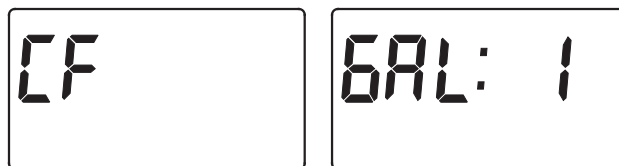

FIG. 41
4. **VOLUME D'ACTIVATION DU DISPOSITIF DE RÉACTIF :** Le réglage de la commande de sortie auxiliaire sur CF (dispositif de réactif) nécessite le réglage du volume d'eau qui doit obligatoirement traverser la turbine* avant la mise sous tension de la sortie. Après l'affichage des fenêtres pertinentes (cf. Figure 41), appuyez sur le bouton HAUT ▲ ou BAS ▼ pour passer au réglage du volume d'activation, en gallons. Appuyez ensuite sur le sélecteur pour passer à l'écran de durée montré à la Fig. 42.